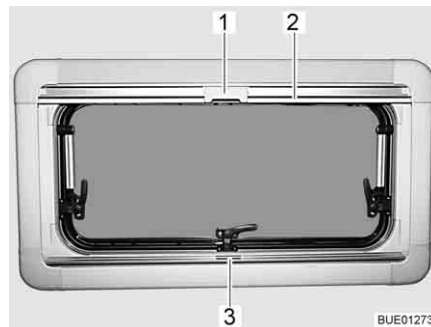

Bild 63 Överkantshängda fönster
Stänga: ■ Ta tag i mitten på plisségardinens list (Bild 63,3) och drag den nerifrån och uppåt och släpp den vid önskad höjd. Plisségardinen stannar på denna höjd.
Stänga: ■ Drag, med listen, (Bild 63,2) ner insektsnätet tills listen stöter mot plisségardinen (Bild 63,3).
■ Lås fast insektsnätets spärr (Bild 63,1) på plisségardinens list.
Öppna: ■ Tryck spärren (Bild 63,1) upptill på insektsnätet bakåt.
■ För långsamt tillbaka insektsnätet med listen (Bild 63,2).